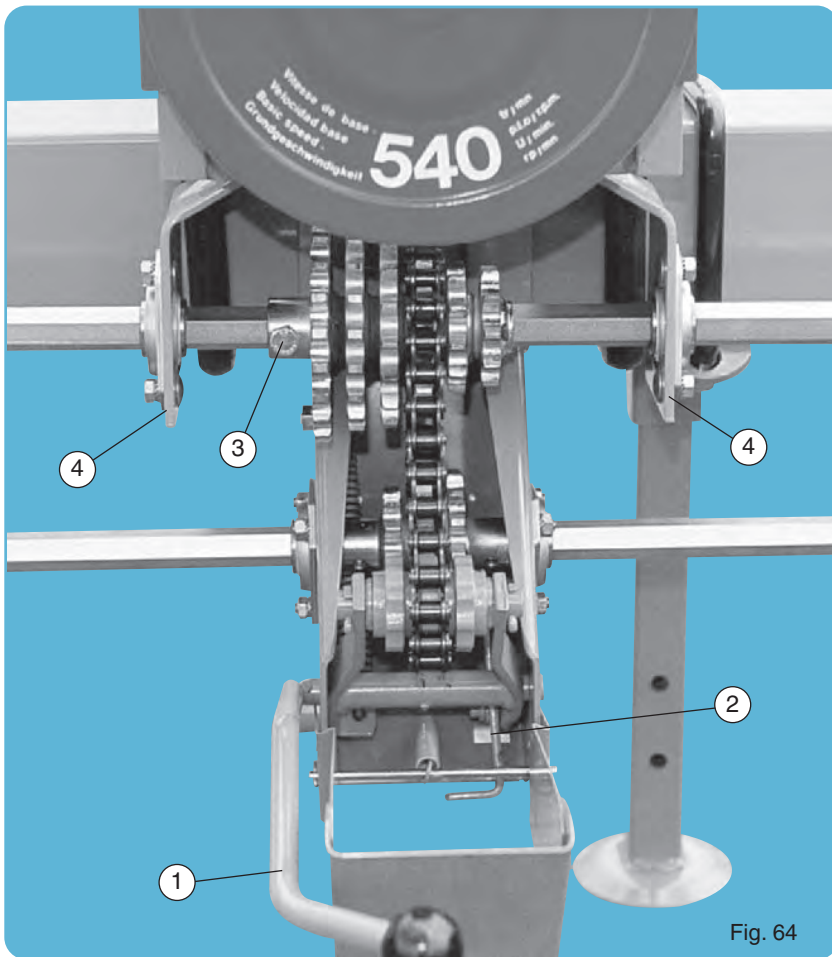

Fig. 64
- Normal assembly (fig. 64) for planters with an even number of rows and inter-row spacing over 45 cm (18")
- Montaj normal (fig. 64) pentru semănători cu număr par de rânduri și distanțe între rânduri mai mari de 45 cm (18").
- Ustawienie normalne (fig. 64) dla siewnika o parzystej liczbie rzędów i rozstawie między rzędami powyżej 45 cm.